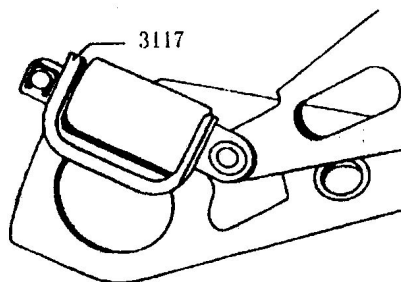

图 1-22 离合器踏板助力弹簧的更换
- 1) 拆下挡圈，拆下连接销，取下助力弹簧，如图 1-22 所示。